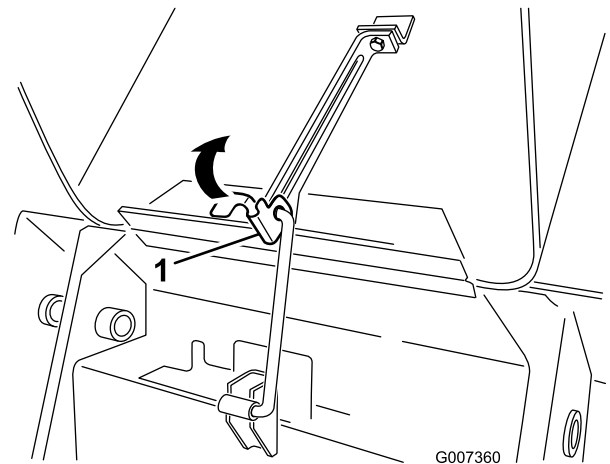

Figure 23
1. Tirez la languette de fixation de la béquille (Figure 23)